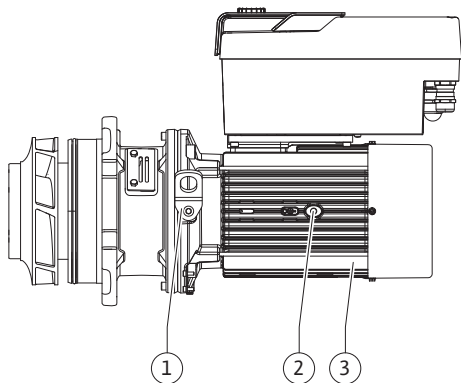

Fig. 108: Einstecksatz
13. Einstecksatz (siehe Fig. 108) in das Pumpengehäuse in der alten oder einer anderen gewünschten winkligen Lage einführen. Dabei zulässige Einbaulagen der Komponenten beachten (siehe Kapitel „Zulässige Einbaulagen und Änderung der Komponentenordnung vor der Installation“ [► 23]).